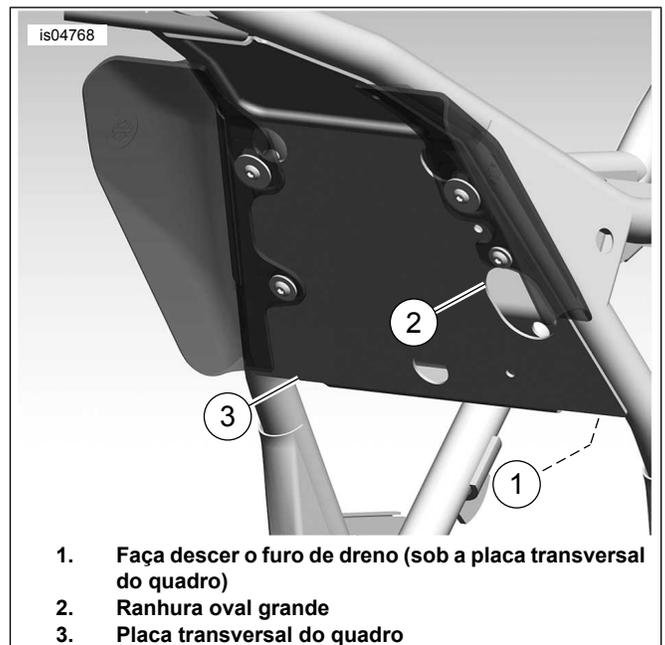

Figura 8. Direcione o cabo do encosto através do quadro (Modelos de 2008 apresentados)
14. Ver Figura 8 . Faça passar o cabo do encosto através do furo grande no suporte do manípulo de regulação e, depois, através da ranhura oval grande (2) na placa transversal do quadro (3). Por fim, faça-o descer através do orifício de drenagem inferior (1) localizado no canto inferior da placa transversal do quadro, no cruzamento com o quadro traseiro.